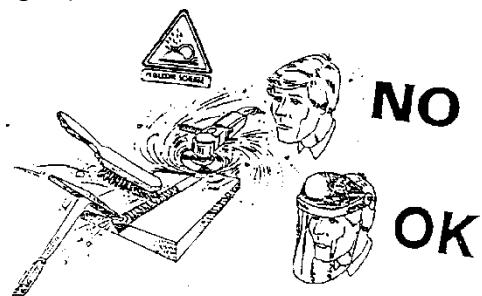

Fig. 5
- Använd alltid skyddsglasögon med transparenta linser för att hindra splitter eller andra främmande partiklar från att skada ögonen (Fig. 5).